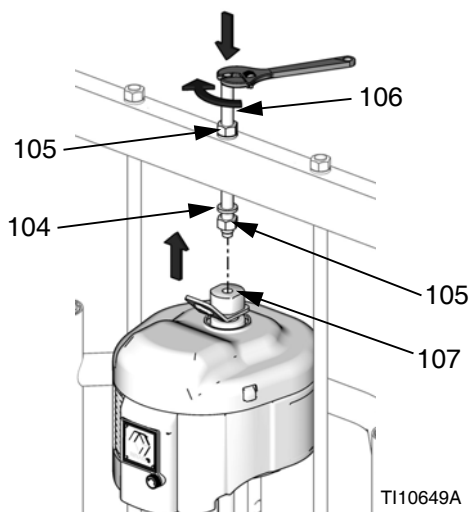

FIG. 30
- b. Instale la varilla roscada (106) a través del agujero central del travesaño. Instale las arandelas (104) y tuercas (105) de seguridad en la varilla roscada (106), tanto arriba como debajo del travesaño. Use una llave para sujetar el adaptador del anillo para levantar (107) y apriete con otra llave la varilla roscada (106) en el adaptador del anillo para levantar (107). Vea la FIG. 30.
- c. Apriete la tuerca (105) debajo del travesaño a (34 N•m) (25 pie-lb) como máximo.
- d. Apriete la tuerca (105) arriba del travesaño para bloquear el motor en su sitio.